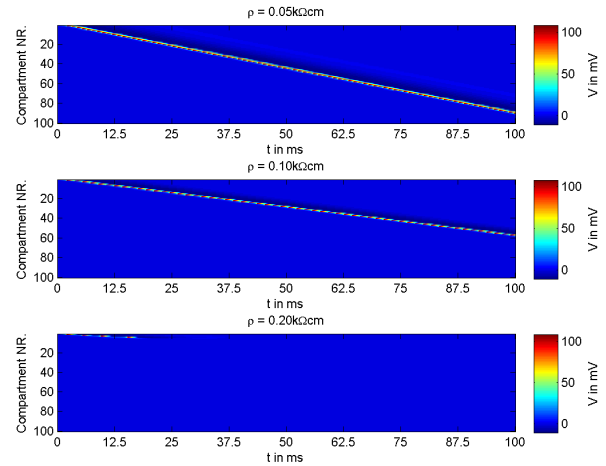

Figure 6. Veränderung des Parameters $\rho_{axon} = [0.05, 0.10, 0.20]k\Omega cm$
- c) Die Veränderung des spezifischen Widerstands hat den selben Effekt wie die Veränderung der Compartment Länge. Je geringer der spezifische Widerstand desto schneller propagiert das Aktionspotential. Je höher der spezifische Widerstand desto langsamer ist es, bis es sogar ganz zum Stillstand kommt und nicht mehr weitergeleitet wird. (vgl. Abb. 6)